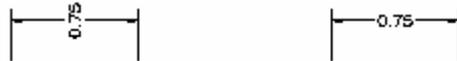

图 8-59 尺寸文本是否按缺省位置放置
(4) **Home**。是否按缺省位置的方向放置。如图 8-59 左图所示的是不按缺省位置放置尺寸文本，右图所示的是按缺省位置放置尺寸文本。